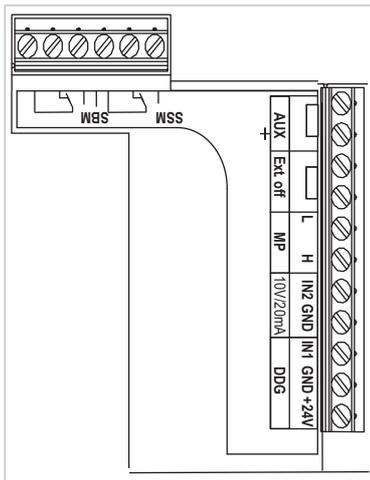

Fig. 25: Morsetti di comando
- Morsetti di comando (Fig. 25)